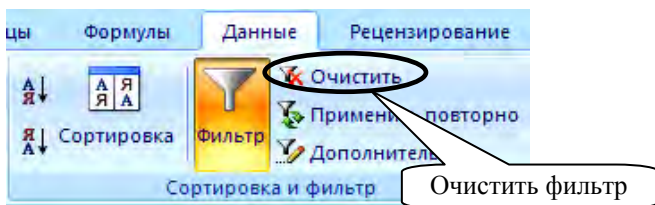
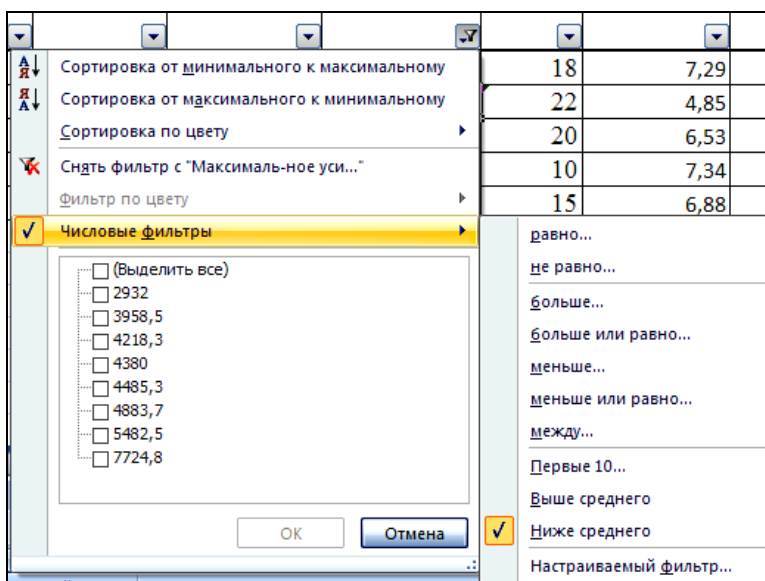

Рис. 6.5. Команда сортировки и фильтрации данных
Рис. 6.7. Список дополнительных фильтров
2. Выполнить команду *Сортировка* на вкладке *Данные* в группе *Сортировка и фильтр* (рис. 6.5).
Чтобы установить или убрать автофильтр, следует на вкладке *Данные* в группе *Сортировка и фильтр* выполнить команду *Фильтр* (см. рис. 6.5). После этого нажать кнопку со стрелкой возле названия какого-либо поля, чтобы раскрыть список его элементов и выбрать отображаемые значения или задать условие отбора (рис. 6.7). На экране появятся только те записи, которые отвечают заданному условию. В случае необходимости можно продолжить фильтрацию, нажимая кнопки со стрелками на других полях.